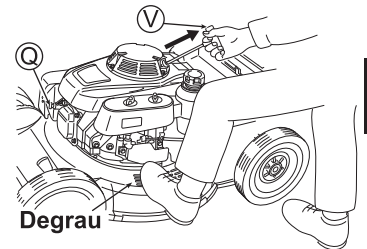

Fig. 12
1. Instale o terminal da vela de ignição (Q). (Veja a fig. 12)
4. Para acionar o motor, pise no degrau da carcaça, puxe levemente a corda de arranque (V) e pare temporariamente na posição onde você sentir uma resistência ao puxar a corda; a seguir, puxe-a fortemente a partir daquela posição. Depois disso, retorne lentamente a corda de arranque (V). (veja a fig. 12)